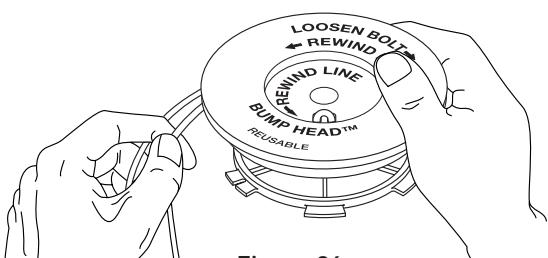

Figure 36
7. Enroulez les fils en couches uniformes serrées sur le moulinet (Fig. 36). Enroulez le fil dans le sens indiqué sur le moulinet intérieur. Placez votre index entre les deux fils pour les empêcher de se superposer. Ne superposez pas les extrémités du fil. Passez à l'étape 11.